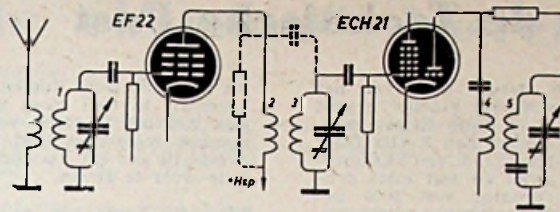

Fig. 7
17) Toestel met r.f. trap. Schakeling ongeveer als fig. 7. Spoel 2 was onderbroken. Remedie: in plaats van spoel 2 een weerstandje (10 kΩ) met koppelcondensator van 50 pF. Ging prima (zie gestippelde verbinding).